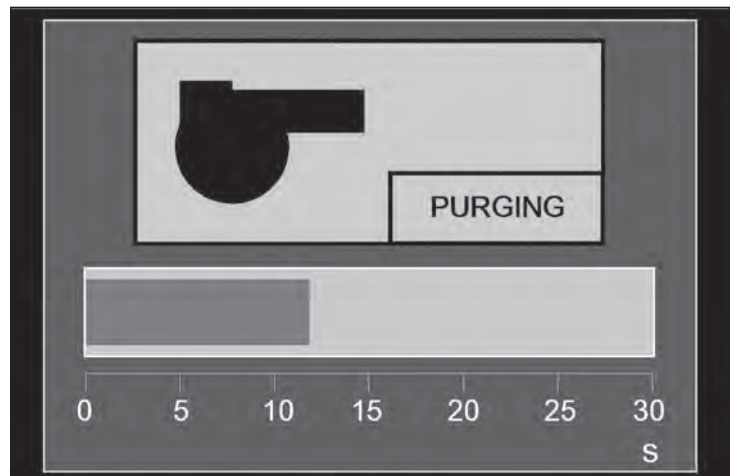

Figure 25
- Purge – Retirer toute vapeur de fumées dans la chambre à combustion. Voir Figure 25.